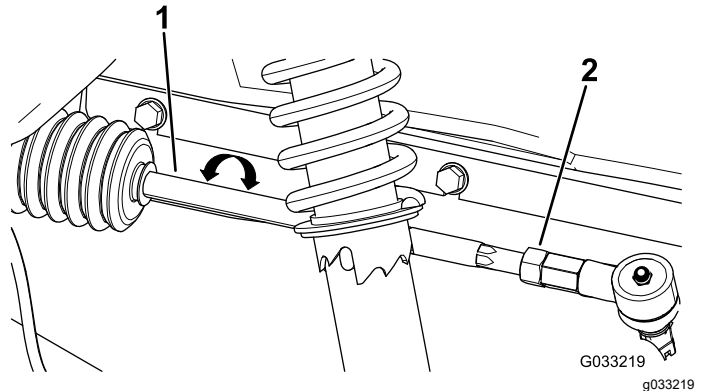

Figura 57
2. Si la distancia no es de 0–6 mm (0–¼"), afloje las contratuercas en el extremo exterior de las bielas (Figura 57).